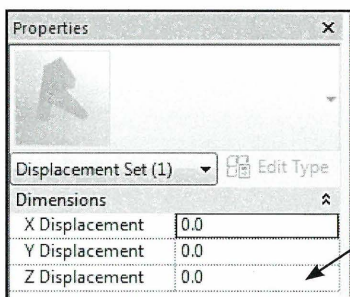

Fig. 15.23. Eller indstil placeringen af konstruktionen i Properties.
- Du kan også skrive en værdi i *Properties* i den retning du gerne vil flytte konstruktionen (Fig. 15.23).